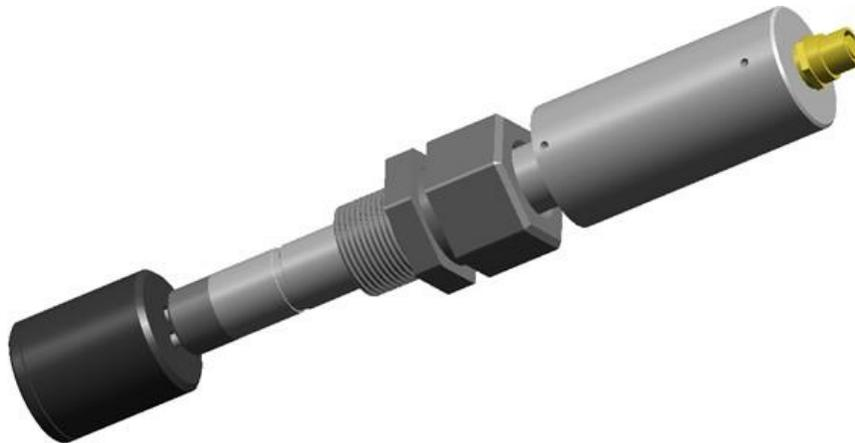

图17.
2. 将探头插入适当的校准验证帽上,等待至少15分钟,让探头进行三次完整的测量(图17)。